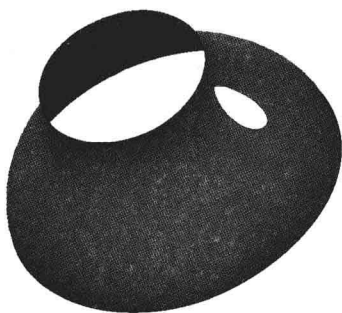

图 9-85 创建切口曲面
Step 06 在“样式”选项卡，单击“关闭”面板中的“确定”按钮，即可创建切口曲面，如图 9-85 所示。